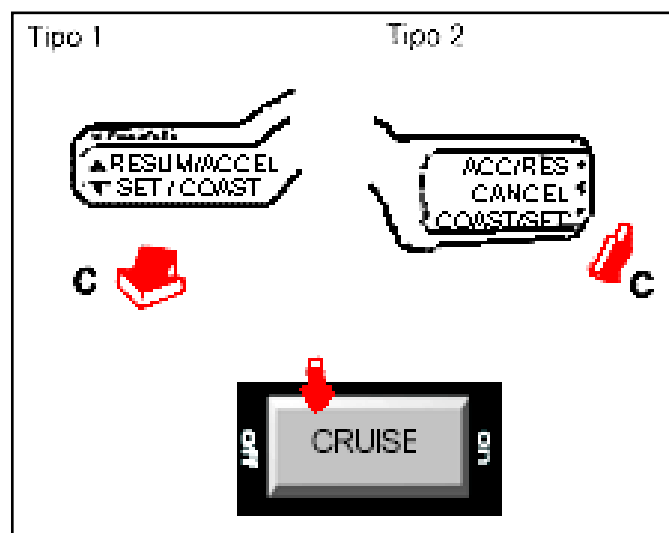

Figura 2.7 Dispositivos para desactivar el sistema
Existen dos dispositivos para desactivar el sistema figura 2.7. Tirar de la palanca de control hasta que quede en la posición "CANCEL" (C) o bien colocar el interruptor principal en la posición "OFF".